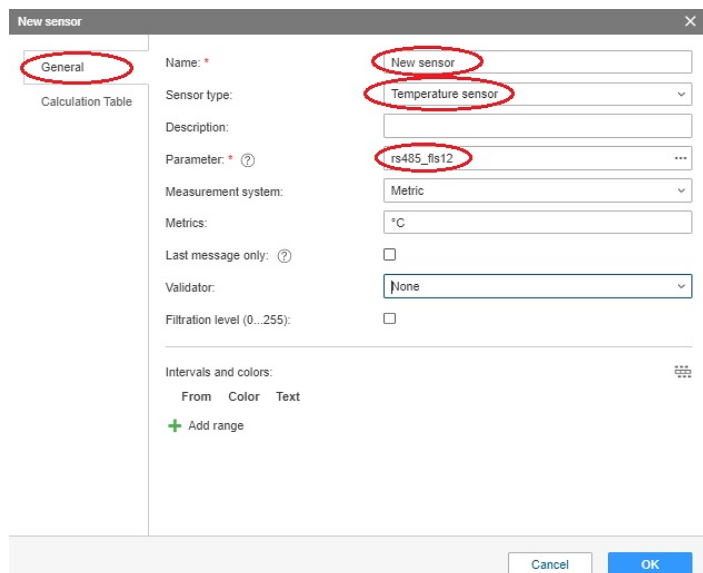

Рисунок 29 – Окно New sensor
- В появившемся окне **New sensor** (рисунок 29) необходимо ввести имя, **Sensor Type** необходимо выбрать **Temperature sensor**, в графе **Parameter** выбрать исходный параметр.